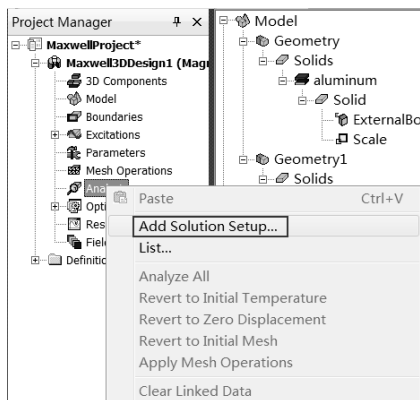

图 19-87 添加求解器
Step4：右击 Project Manager Analysis 选项，如图 19-87 所示，在弹出的快捷菜单中选择 Add Solution Setup 命令，添加求解器。